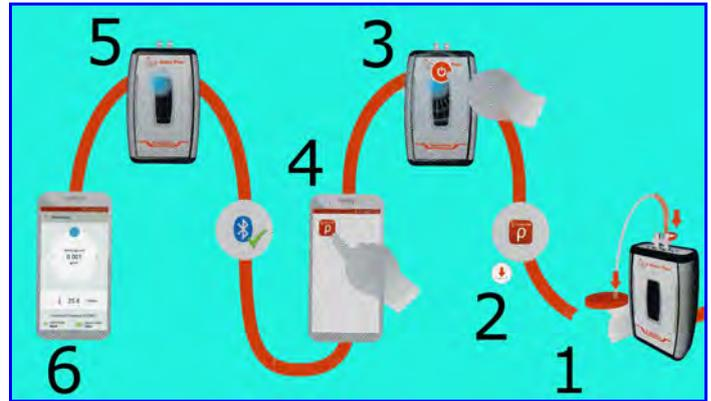

Abb. 22. EasyDens-Dichte-/Konzentrationsmessgerät: Messablauf.
2. Messungen durchführen (vgl. Abb. 22):